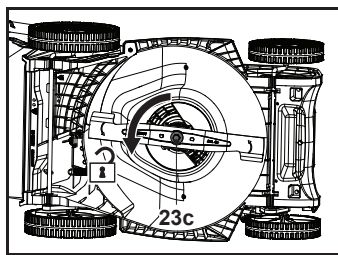

Fig. 18
1. Păstrează partea de dedesubt și cuțitul (23) curate și fără reziduuri. Îndepărtează resturile vegetale din jgheabul de evacuare spate (22).
3. Păstrează cuțitul (23) ascuțit pentru o bună performanță de tăiere. Înlocuiește cuțitul uzat sau deteriorat cu unul nou de același tip sau apelează la un specialist calificat pentru a-l ascuți.
4. Slăbește șurubul de montare (23c) în sens antiorar utilizând o cheie electrică de impact adecvată (dimensiune: 13 mm) (fig. 18) și scoate-l împreună cu șaiba inelară (23b) și cuțitul (23).